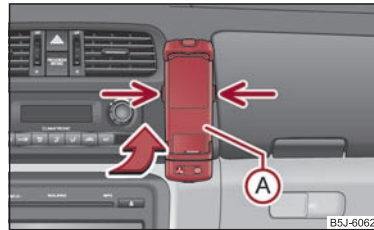

Abb. 102 Universale Vorbereitung für das Telefon
- Schieben Sie zuerst den Adapter  in Pfeilrichtung \Rightarrow Abb. 102 bis zum Anschlag in den Halter. Drücken Sie den Adapter leicht nach unten, bis er sicher einrastet.
- Drücken Sie gleichzeitig die seitlichen Verriegelungen des Halters und nehmen das Telefon mit Adapter heraus ⇒ Seite 107, Abb. 102.